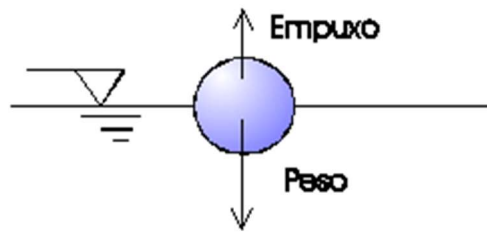

Figura 2.4. Princípio do Empuxo de Arquimedes
**Arquimedes** foi o estudioso da antiguidade que descobriu o princípio do Empuxo, utilizado até hoje para o projeto de navios. Segundo ele, quando um corpo imerso em um fluido desloca uma dada quantidade de fluido, e isso provoca uma força para cima chamada de empuxo (E) conforme mostra a figura 2.4. O empuxo pode ser calculado conforme a equação a seguir (observe que a densidade nesta equação é do fluido e não do corpo imerso).